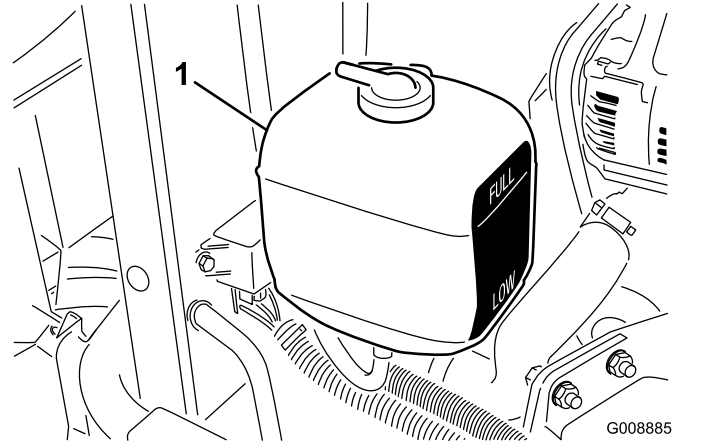

图 57
2. 检查膨胀水箱的冷却液液位(图 57)。如果是已冷却的发动机冷却液液位大致应在油箱一侧的两个标记中间。